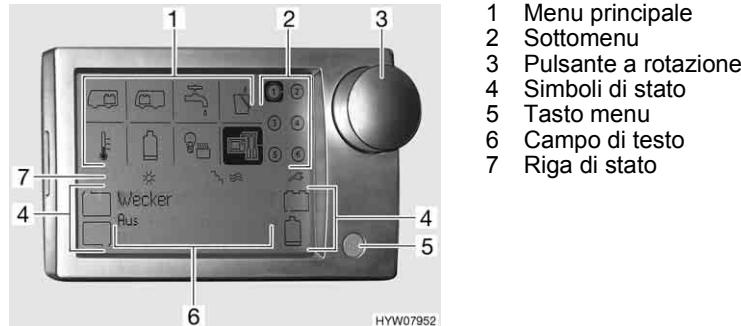

Fig. 99 Pannello di controllo (E-Display)
Il pulsante a rotazione (Fig. 99,3) inserisce o disinserisce il pannello di controllo e l'alimentazione a 12 V dell'abitacolo.
- Premere il pulsante a rotazione (Fig. 99,3): L'alimentazione a 12 V dell'abitacolo è inserita. Il display LCD indica gli attuali dati e si illumina per ca. 15 secondi. In caso di allarme appare inoltre il rispettivo indicatore.
- Premere il pulsante a rotazione (Fig. 99,3) per più di 1 secondo: L'alimentazione a 12 V dell'abitacolo è disinserita. Il display LCD si dissolve.
- Finestra simboli con menu principale (Fig. 99,1) e sottomenu (Fig. 99,2)
- Riga di stato (Fig. 99,7)
- Riga informativa con simboli di stato (Fig. 99,4) e campo di testo (Fig. 99,6)
Nella finestra dei simboli, azionando il pulsante a rotazione (Fig. 99,3) è possibile selezionare i simboli del menu principale e richiamarne i relativi sottomenu.
Per lasciare il menu, premere il tasto blu (Fig. 99,5) oppure tornare indietro mediante il pulsante a rotazione.